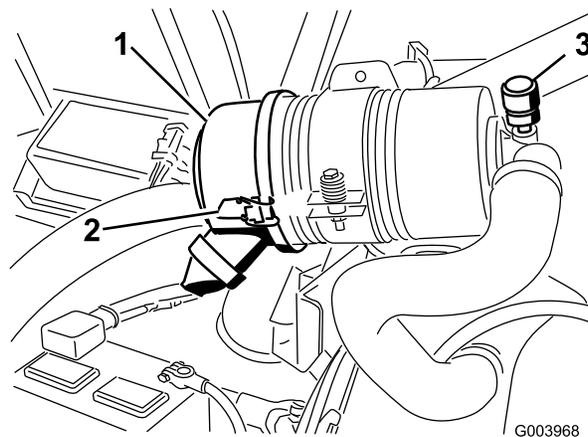

Figura 59
Faça a manutenção ao filtro de ar apenas quando o indicador de manutenção (Figura 59) o exigir. Mudar o filtro de ar antes de ser necessário apenas aumenta a possibilidade de entrar sujeidade no motor quando se retira o filtro.
1. Liberte os trincos que fixam a cobertura do filtro de ar ao respectivo corpo (Figura 59).